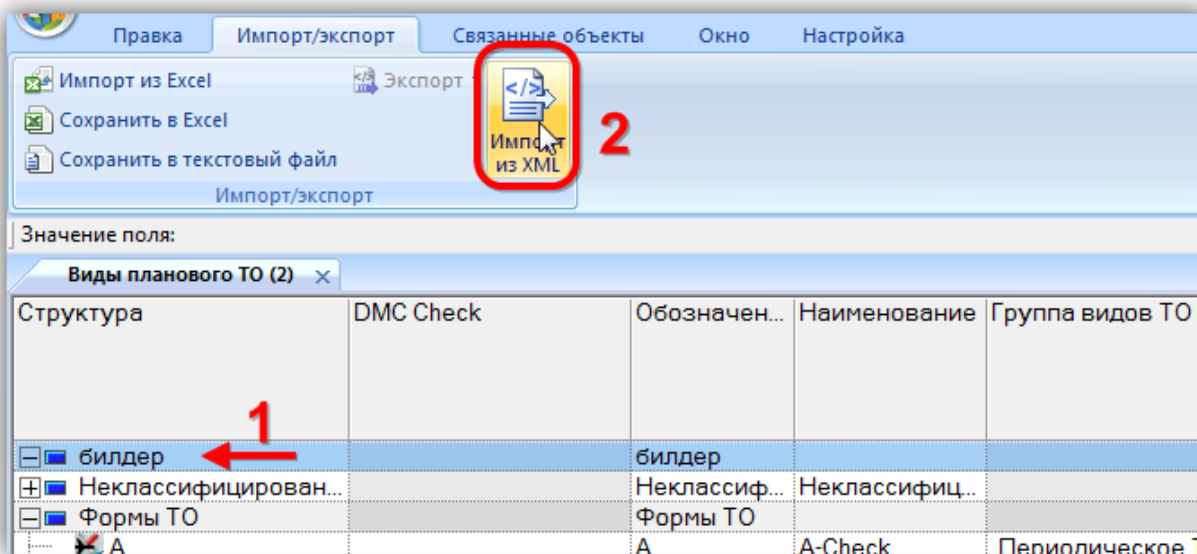

Рис. 12-97 – Панель «Импорт/экспорт»
3) Нажать кнопку «Импорт из XML» панели «Импорт/Экспорт» (рис. 12-97).